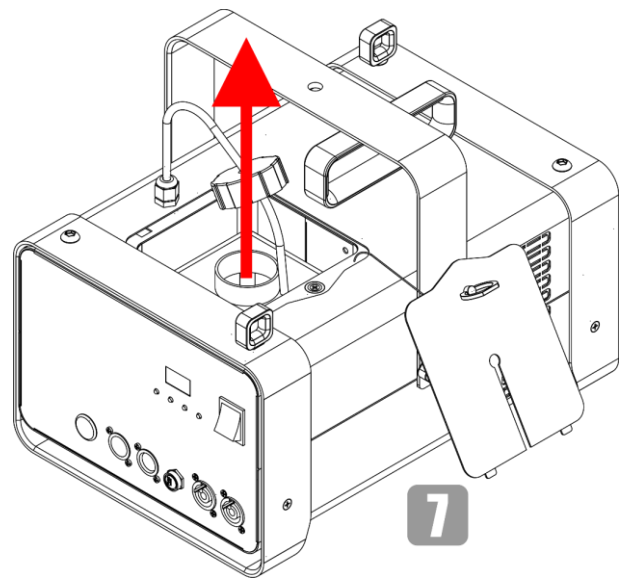

Fig. 26
- 07) Estrarre il serbatoio del liquido, come indicato nella Fig. 26.